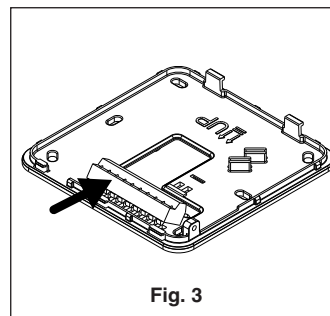

Fig. 3
- Retire os conectores do controlo ao exercer pressão conforme indicado na fig. 3. Sem os conectores do controlo no lugar, prepare as ligações eléctricas entre os mesmos e o painel de controlo eléctrico da bobina da ventoinha conforme indicado no diagrama de cablagem na fig. 10.